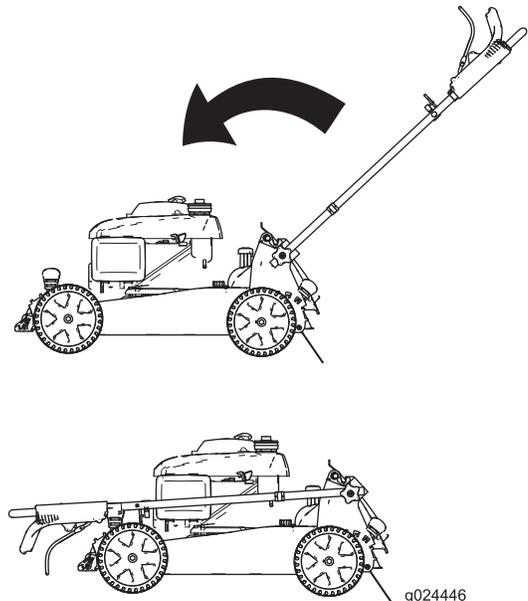

Figure 27
2. Pliez le guidon complètement en avant, comme montré à la Figure 27.